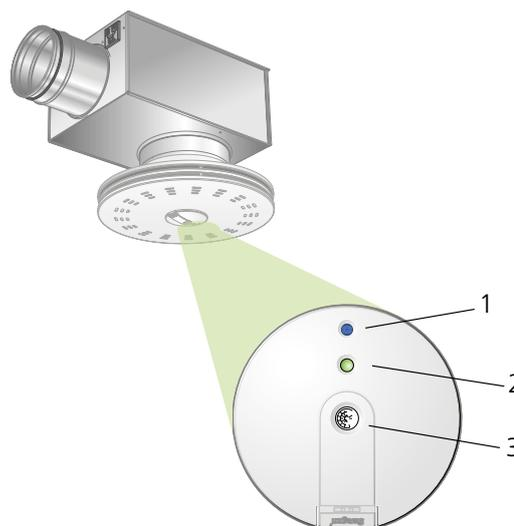

Figure 1. Module de détection d'ADAPT Sphere, avec raccord pour TUNE Adapt.
- À l'intérieur du diffuseur d'air, un régulateur fournit tous les points de consigne et fonctions de régulation requis, ainsi qu'un module de détection multifonctionnel (voir figure 1).